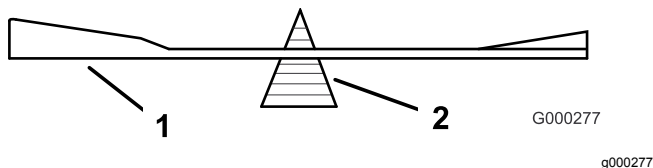

Figura 100
- Verifique el equilibrio de la cuchilla colocándola sobre un equilibrador de cuchillas (Figura 100).